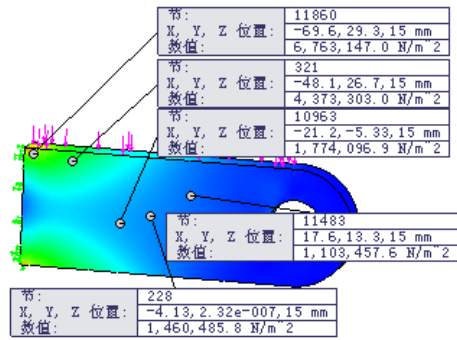

图 12.3.44 探测结果
Step3. 定义探测位置。在图 12.3.44 所示的模型位置单击,在对话框的 **结果** 区域显示探测结果,如图 12.3.44 所示。